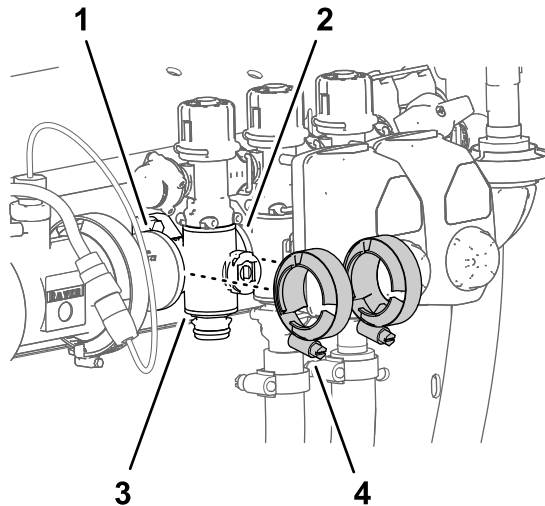

Figura 107
- Retire las 2 bridas de fijación que sujetan el distribuidor de sección a la bridas de los componentes adyacentes (Figura 107).